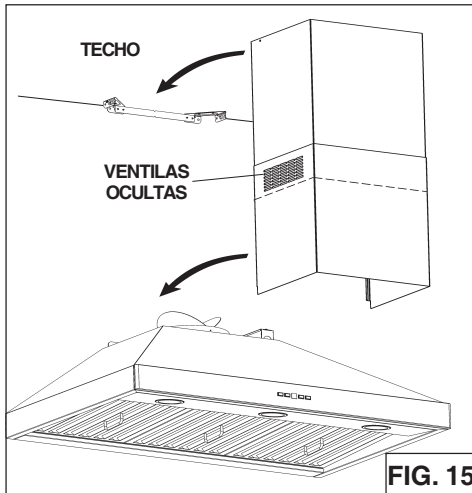

FIG. 15
5. Instale chimenea decorativa en la parte superior e inferior de su campana de cocina. Conductos serán ocultos en techos de 8 pies de altura. Conductos podrán ser visibles en techos de 9 pies de altura (Fig. 15).